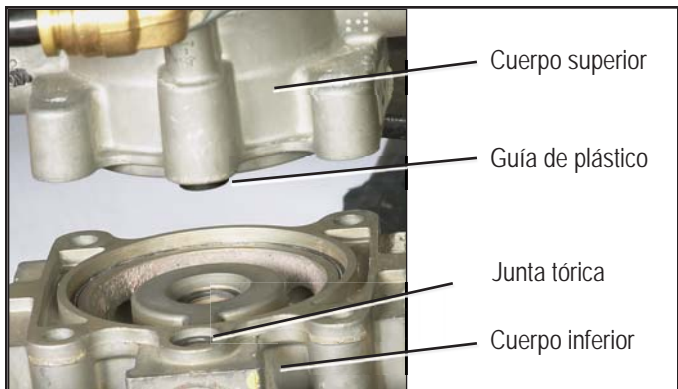

Figura 5 - GUÍA DE PLÁSTICO Y JUNTA TÓRICA
- Localice la guía de plástico en el cuerpo superior de la válvula SR-7™ directamente sobre el puerto de suministro. La junta tórica del cuerpo inferior puede adherirse a la guía de plástico cuando se separan los cuerpos. De ser así, retírela de la guía y colóquela de nuevo en el cuerpo inferior. Se ha incluido una junta tórica adicional en este juego en caso de que se pierda o se dañe durante la reparación. Consulte la figura 5.